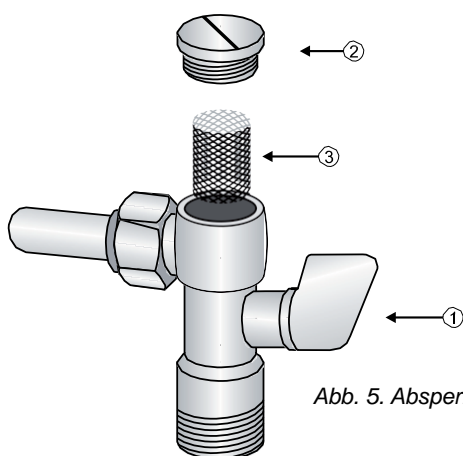

Abb. 5. Absperrventil mit Filter
- i) Den Durchlauferhitzer an die Wasserleitung anschließen (Abb. 5: die Nr. 14 an die Kaltwasserzuleitung und die Nr. 15 an den Warmwasserauslauf)
- 3) Das Absperrventil schließen (Abb. 5, Pos. 1)
- 4) Den Verschluss des Absperrventils herausdrehen (Abb. 5, Pos. 2)
- 5) Den Siebfilter herausnehmen (Abb. 5, Pos. 3)